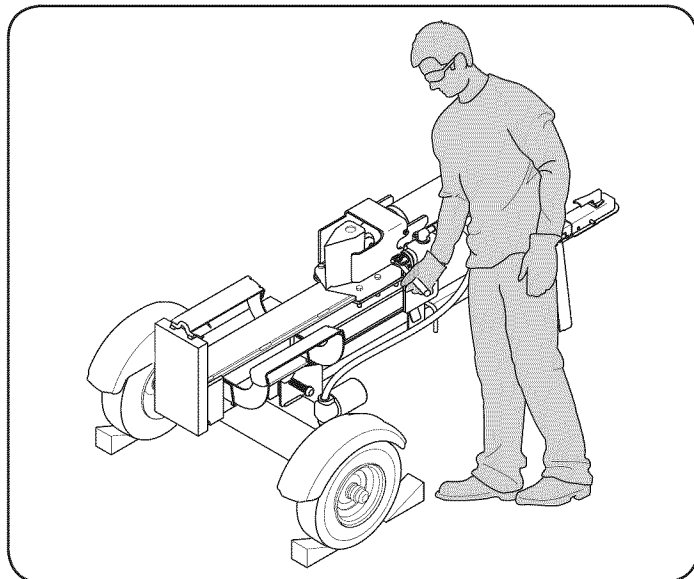

Figura 14
- Párese detrás del tanque de depósito para operar la manija de control y estabilizar el tronco. Vea la Figura 14.